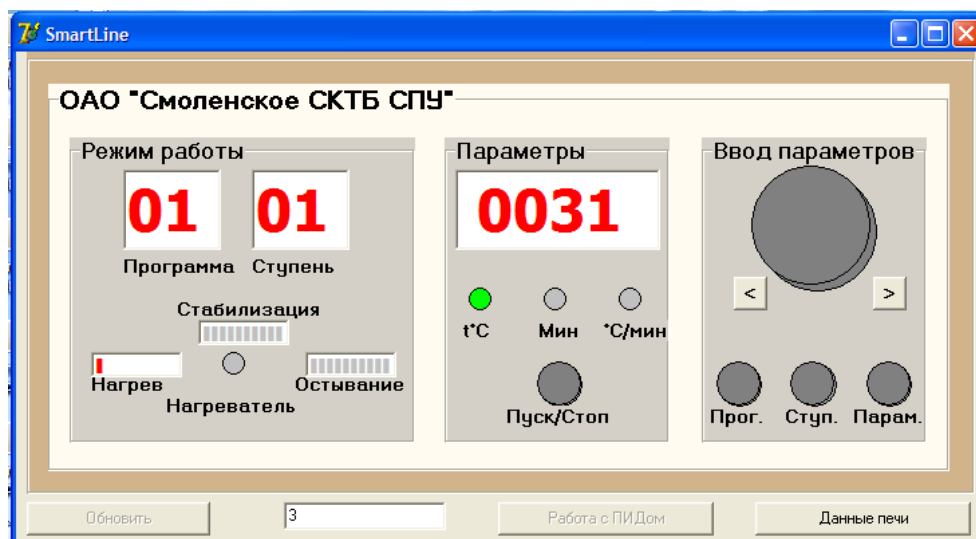
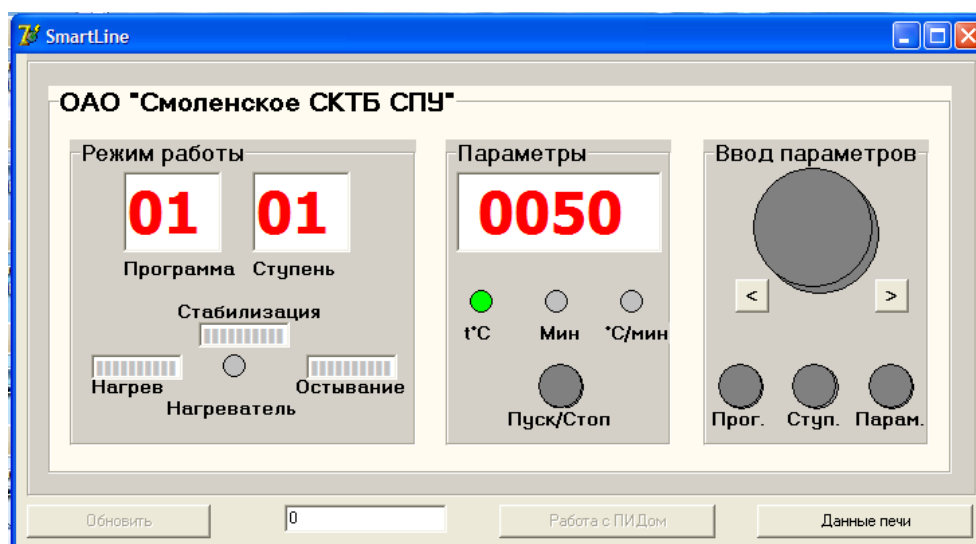

Рис. 14
Рис. 15
- 4.18 Для прекращения работы печи нажмите кнопку “Пуск\Стоп”, при этом рамка основного окна окрашивается в бледно-оранжевый цвет. (рис. 14) Программа ожидает передачи и обработки последних данных, после этого рамка основного окна приобретает обычный серый цвет и происходит непосредственное выключение печи. (рис. 15)
- 4.19 Во время работы печи каждый номер измерения показывается в нижнее окне программы – например на рис. 14 номер измерения, отображаемый в окне равен 3.